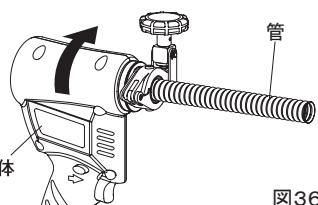

図36
(2)ツバ出し作業(図36,38)
①管をセットしたクランプに本体を取付けます。クランプのインロー部を本体の取付位置に合わせてセットし本体を図36の矢印の方向に「カチッ」とはめ込んでください。ノッチで固定されます。
②前進後退切り替えボタンを前進側へ押してからスイッチ引金を引くとツバ出し加工が始まります。